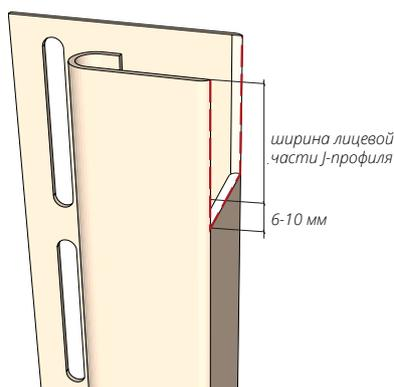
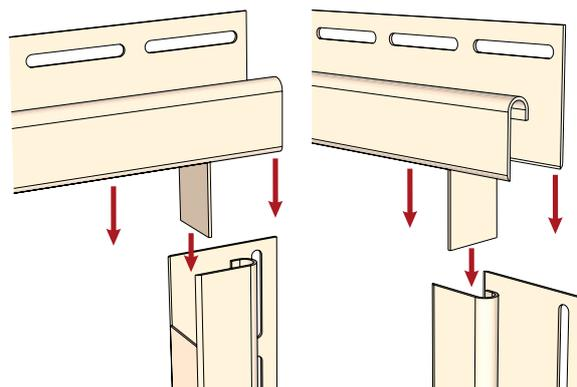

Рисунок 41
Рисунок 42
14.5 J-профиль монтируемый в нижней части соединения необходимо подрезать согласно рис. 41. Смонтируйте J-профиля согласно рис. 42, соблюдая общие правила монтажа.